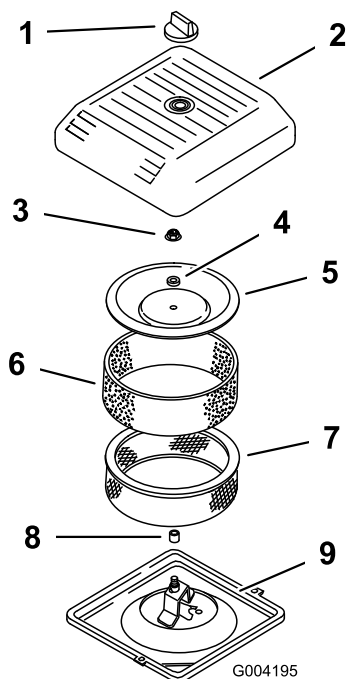

Figura 158
1. Glisai cu grijă prefiltrul din spumă pe filtrul din hârtie (Figura 158).